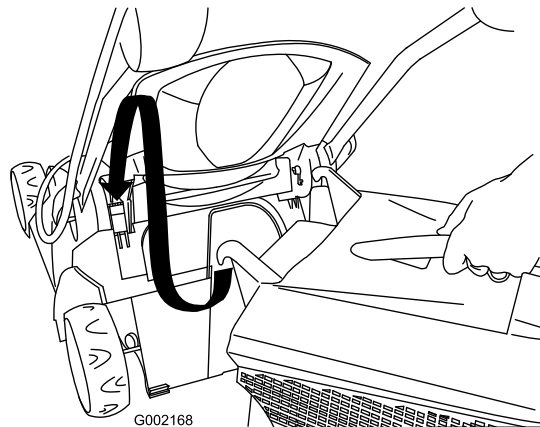

Figura 20
1. Alzate lo sportello posteriore e montate il cesto di raccolta sul tosaerba (Figura 20).